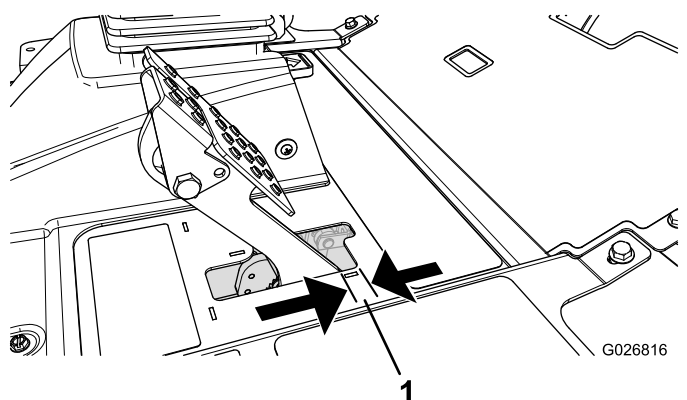

Figura 51
Ajuste os travões se o pedal do travão apresentar uma folga superior a 2,5 cm (Figura 51) ou quando os travões não funcionarem de forma eficaz. Folga é a distância percorrida pelo pedal antes de se verificar qualquer resistência ao movimento.
2. Aperte a porca traseira para deslocar o cabo para trás até que os pedais dos travões apresentem uma folga de 6,3 a 12,7 mm (Figura 51), antes de a roda bloquear.